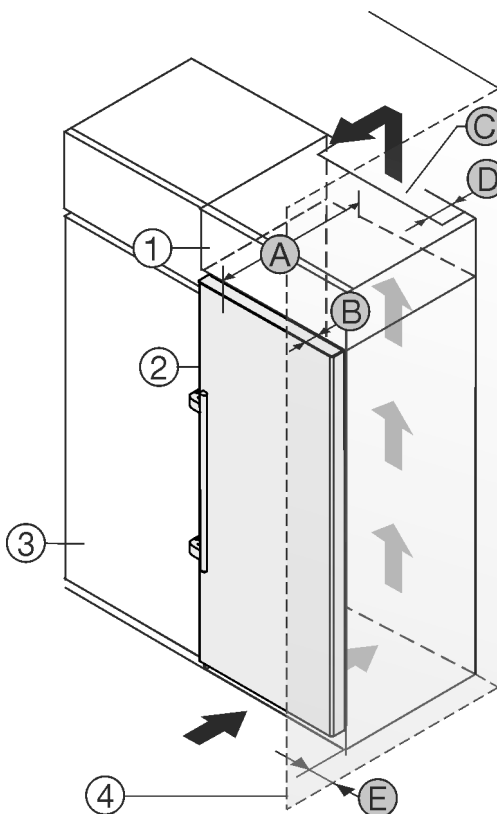

Fig. 1
Urządzenie można ustawić bezpośrednio obok szafki kuchennej Fig. 1 (3).
Na tylnej ścianie szafki nasadzonej wymagany jest wywiewny kanał wentylacyjny o głębokości Fig. 1 (D) na całej szerokości szafki.
Pod sufitem pomieszczenia należy zachować przekrój wentylacyjny Fig. 1 (C).
Jeżeli urządzenie będzie ustawiane z zawiasami do ściany Fig. 1 (4), to pomiędzy urządzeniem i ścianą należy zachować minimalny odstęp, wynoszący 57 mm. Na taką odległość wystaje klamka przy otwartych drzwiach.
By móc całkowicie otworzyć drzwi, urządzenie musi wystawać przynajmniej o głębokość drzwi Fig. 1 (B) za front szafki kuchennej. W zależności od głębokości szafek kuchennych Fig. 1 (3) oraz od zastosowania elementów dystansowych urządzenie może wystawać jeszcze bardziej.